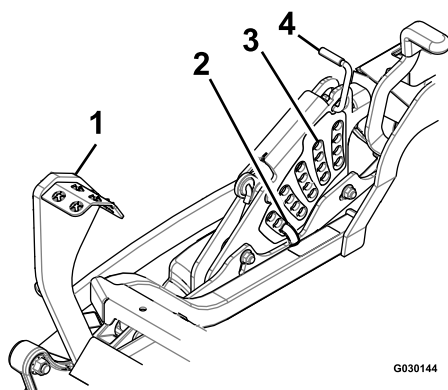

Figure 24
4. Levez et verrouillez le tablier à la position de transport de 14 cm (5½ po) (Figure 24).